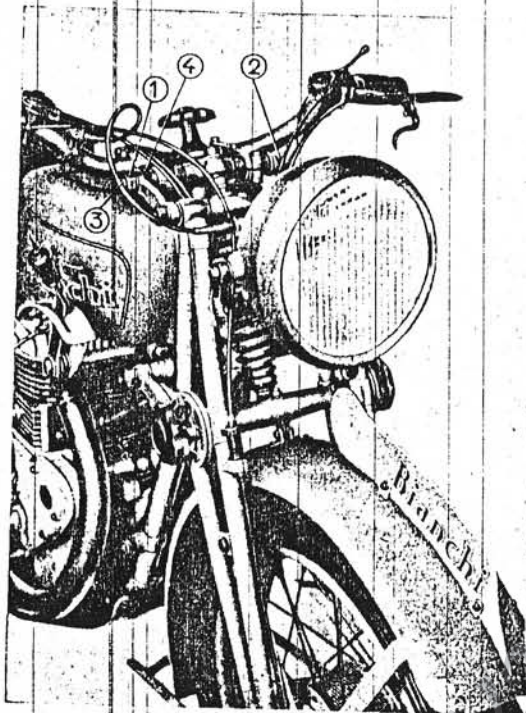

Fig. 21
Si registri ogni biscottino allentando per primo il dado (1) (fig. 21) quindi il dado (2). Il perno (3) va fatto girare sino a quando, dopo aver chiuso a fondo i suindicati dadi, si possa far girare con un leggero sforzo delle dita la rondella zigrinata (4).